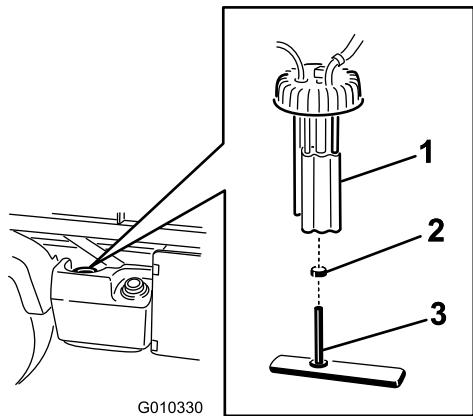

Bild 50
2. Ziehen Sie die Kabelbaumstecker von der Kraftstoffpumpe ab (Bild 50).
3. Lösen Sie die Schlauchklemmen und schließen Sie die Kraftstoffleitung vom Kraftstoffpumpendeckel ab (Bild 50).
4. Drehen Sie den Kraftstoffpumpendeckel oben am Kraftstofftank heraus (Bild 50).
5. Entfernen Sie die Kraftstoffpumpe und den Kraftstofffilter vom Tank (Bild 50).
6. Entfernen Sie die Klemme, mit der die Kraftstoffleitung am Kraftstoffpumpenanschluss befestigt ist. Schließen Sie den Schlauch vom Anschlussstück ab (Bild 50).